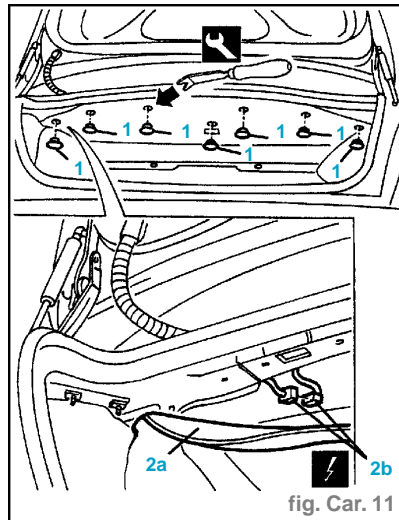

fig. Car. 11
- Ouvrir le coffre et enlever, par l'outil spécial, les boutons de retenue postérieurs du revêtement supérieur (1) (fig. Car.11) :